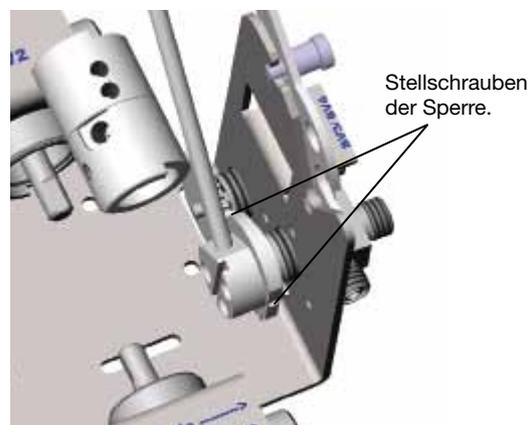

Abb. 5
- Die Stellschrauben der Sperre lösen. Abb. 5